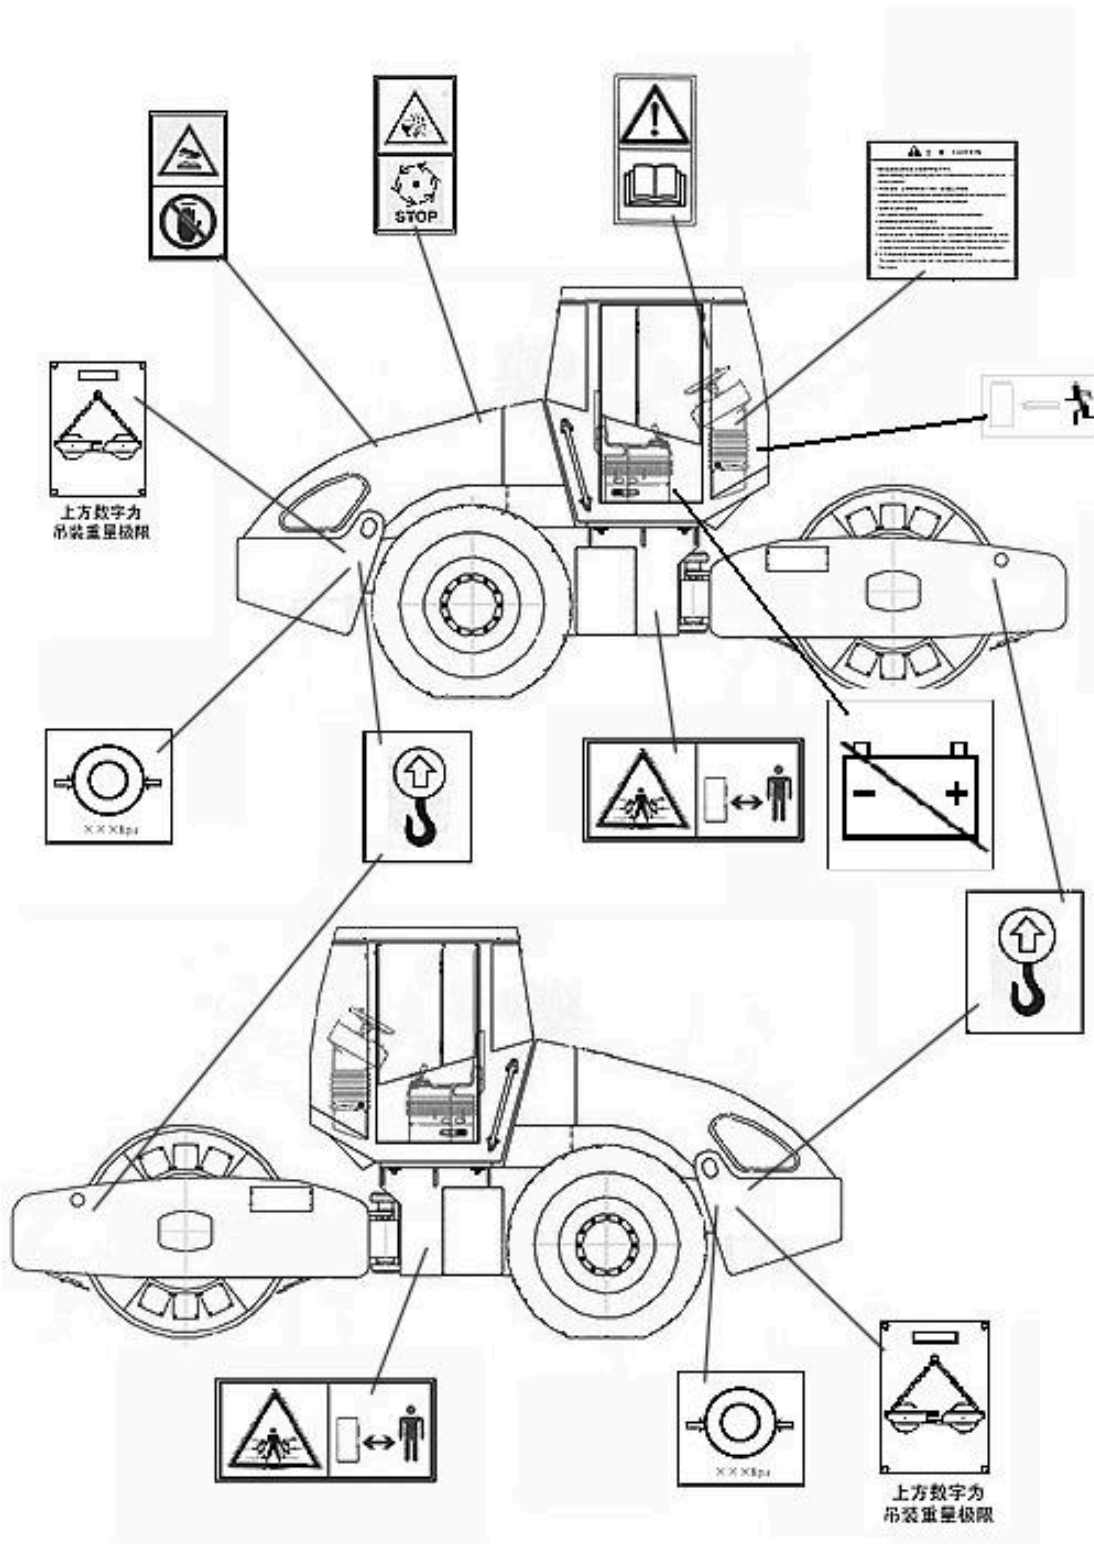

Рис. 2-16
2.2.4.1 Расположение знаков безопасности на машине отражено на Рис. 2-16